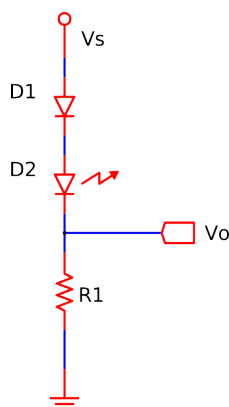

Figura P-2-5: Circuito Electrónico.
P-2-5 Se tiene el circuito de la Fig. P-2-5 con $V_s = 10\text{ [V]}$, la tensión de umbral en LED de color verde $V_{U,\text{Verde}} = 2,2\text{ [V]}$, la tensión de umbral en diodo de silicio $V_U = 0,7\text{ [V]}$, y $R_1 = 330\text{ [\Omega]}$. Se pide calcular las siguientes variables.
1. La tensión V_o medida entre la masa y el terminal indicado en la Fig. P-2-5.